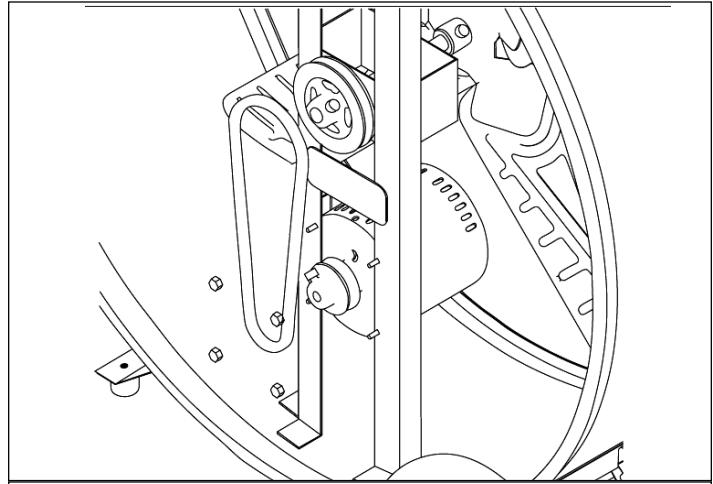

figure 3: Ajustement de la courroie de ventilateur
3. Retirez la courroie à remplacer, ou réglez le moteur pour serrer la courroie (figure 3).